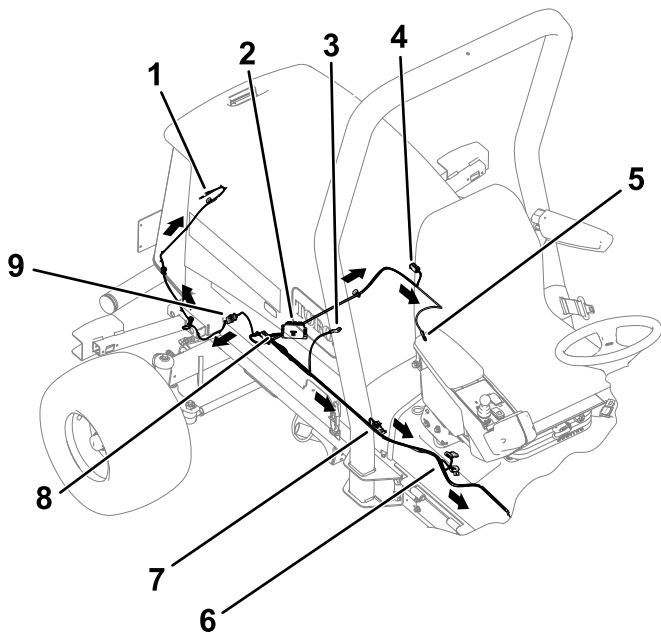
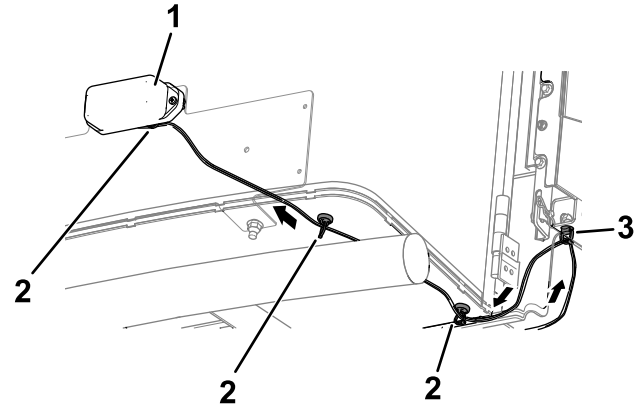

Figura 17
Figura 19
- Enrute el arnés de cables hasta el lado izquierdo de la máquina, como se muestra en la Figura 17.
- Conecte la rama de puesta a tierra del motor del arnés de cables al bloque de terminales de tierra (Figura 17).
- Conecte el arnés de cables a las luces traseras derecha e izquierda (Figura 17).
- Utilice el arnés adaptador largo para conectar el arnés de cables a las luces de la placa de matrícula (Figura 17 y Figura 19).
Consulte en la Figura 19 la posición del soporte de brida magnético correspondiente en la máquina. Coloque un imán en el interior del soporte de la placa de matrícula. Enrute el arnés adaptador a través del clip con brida que instaló en el paso anterior.
- Siga enrutando el arnés de cables por el larguero derecho del bastidor (Figura 17).
- Conecte el terminal de anillo al motor de arranque (Figura 17).
- Conecte el arnés de cables a la baliza (Figura 17).
- Conecte el arnés de cables al interruptor de punto muerto (Figura 17).